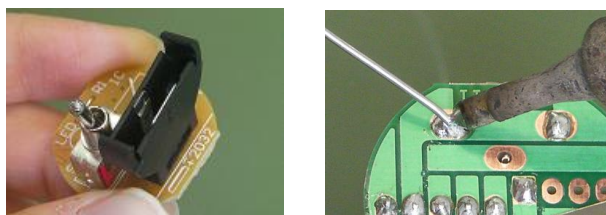

図3-6. 電池ホルダー
- ⑤ 電池ホルダーは、基板の穴に合わせて図3-6. の様に取付け、はんだ付けする。